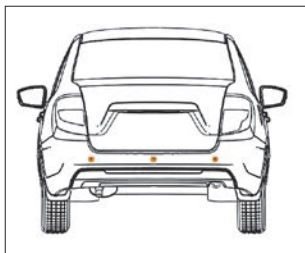

Рис. 43. Датчики парковки
**В вариантном исполнении** автомобили оснащаются системой безопасной парковки парктроник (от англ. parktronic). Система поможет избежать досадных мелких аварий и следующих за ними материальных затрат. **Датчики парковки** (рис. 43) помогут Вам обнаружить опасное препятствие, невидимое из салона автомобиля.